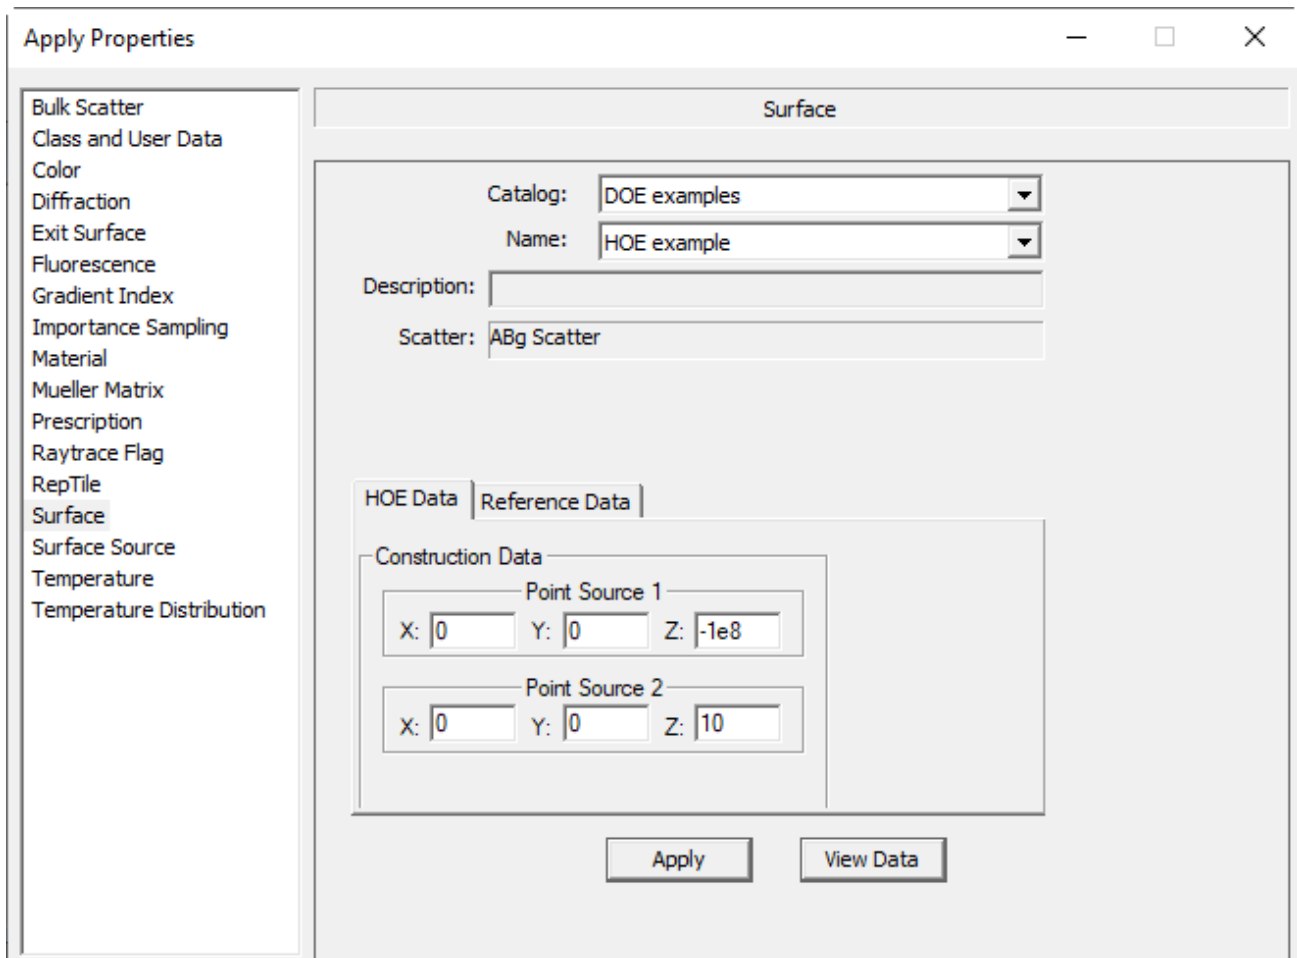

Figure 9. HOEタイプの面プロパティのコンストラクションポイントを示す「プロパティの適用」ダイアログボックス
8. システムツリーで、先に作成したレンズエレメントのサーフェス0を選択します。Apply Propertiesダイアログボックス (DefineApply Properties...)を開き、作成したプロパティのカタログと名前を選択します。図9に示すように、HOEデータタブのConstruction Dataボックスで、Point Source 1を $x=0, y=0, z=-1e8$ に、Point Source 2を $x=0, y=0, z=10$ に設定します。Applyをクリックします。この焦点距離は、プロパティに入力した構築波長の光に対するものです。(実際には、プレートの厚さが有限であるため、完全には一致しません)。